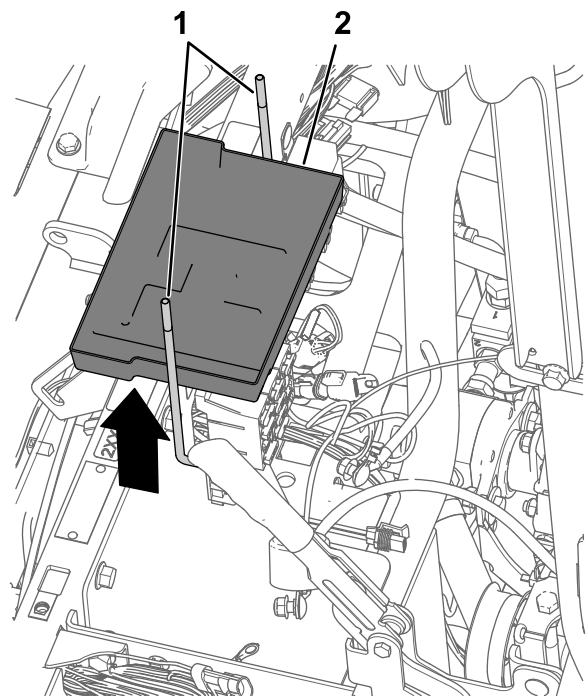

Рисунок 173
5. Удалите 2 крючковых болта и снимите поддон аккумуляторной батареи с кронштейна аккумулятора (Рисунок 173).